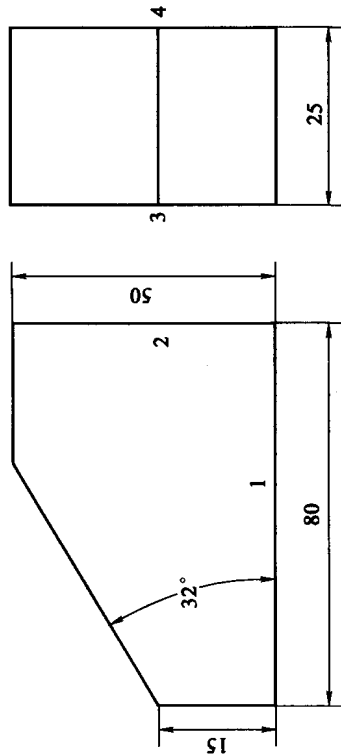

图 2—3—1
2. 现准备在 X6132 型铣床上用万能立铣头倾斜铣刀铣削如图 2—3—1 所示的工件斜面, 平口钳钳口已校正为与纵向进给方向平行, 铣削时的具体装夹方法如附表 1 所列, 请根据具体情况确定铣床主轴所需偏转的方向和角度。